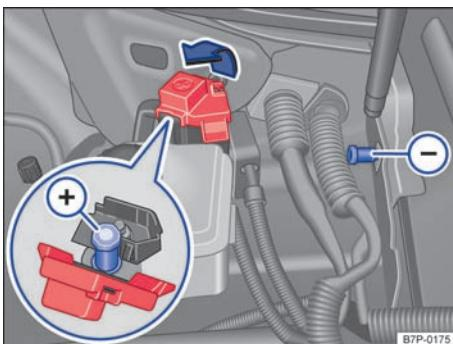

图 246 发动机舱内用于折叠式备用车轮的压缩机的连接点
- 将压缩机通过 12 伏夹钳只连接到发动机舱内的辅助启动的接点上 ⇒ 第 363 页。将压缩机电缆的红色夹钳连接到正极  上，黑色夹钳连接到负极  上 ⇒ 图 246。